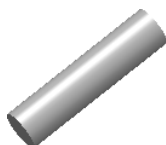
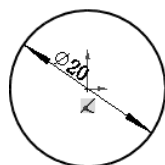

图 6.12.2 凸台-拉伸 1
图 6.12.3 横断面草图
Step2. 创建如图 6.12.2 所示的零件基础特征——凸台-拉伸 1。
(1) 选择命令。选择下拉菜单 **插入(I)** → **凸台/基体(B)** → **拉伸(E)...** 命令。
(2) 定义特征的横断面草图。选取前视基准面作为草图基准面；在草图绘制环境中绘制如图 6.12.3 所示的横断面草图；选择下拉菜单 **插入(I)** → **退出草图** 命令，系统弹出“凸台-拉伸”对话框。
(3) 定义拉伸深度属性。采用系统默认的拉伸方向；在“凸台-拉伸”对话框 **方向1(D)** 区域的下拉列表中选择 **给定深度** 选项，输入深度值 80.00。
(4) 单击 **✓** 按钮，完成凸台-拉伸 1 的创建。